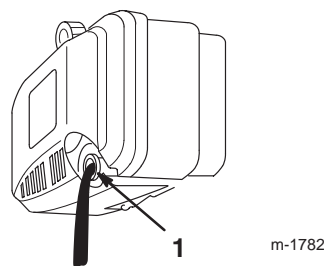

Figure 12
4. Basculez la tondeuse sur le côté **gauche** pour permettre à l'huile de s'écouler dans le bac de vidange (Fig. 12).